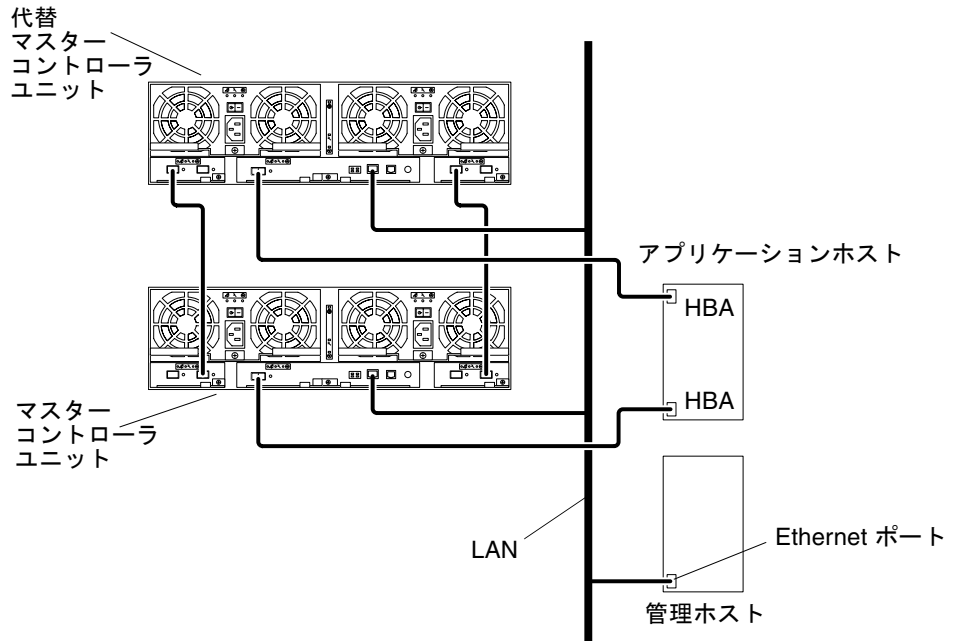

図 4-1 アレイの HA 構成例
- アプリケーションホストには、図 4-1 に示すように 2 つの HBA が接続されている